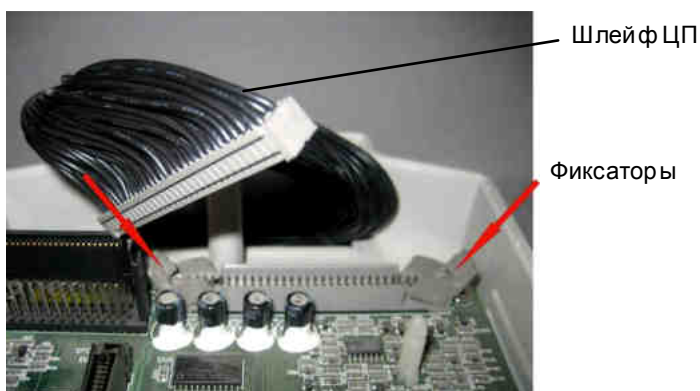

Рис. 6.4
6.3.1. Отжать в стороны фиксаторы разъема на плате центрального процессора, отсоединить разъем шлейфа ЦП (рис. 6.4).